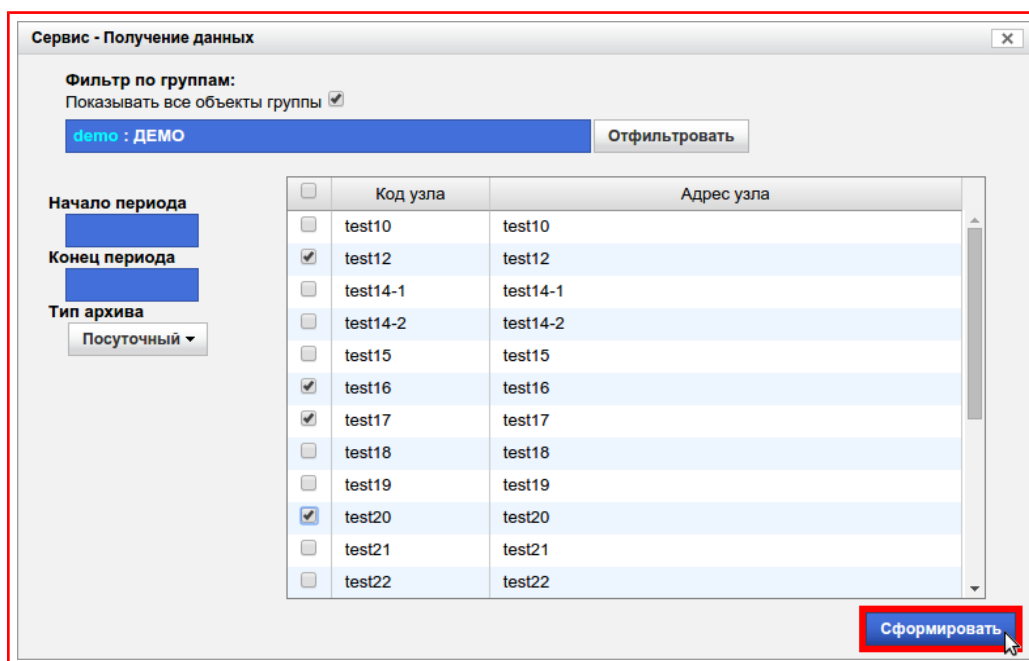

Рисунок 9.91 — Кнопка «Сформировать»
- 7) Нажать на кнопку «Сформировать», рисунок 9.91.